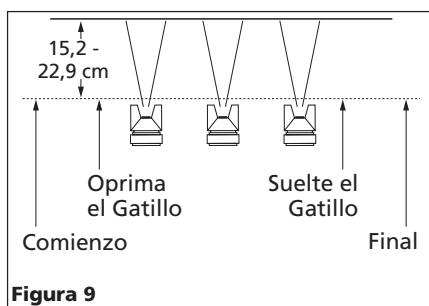

Figura 9
- Oprima el gatillo adecuadamente. Comience a mover la pistola **ANTES DE OPRIMIR EL GATILLO** y deje de oprimirla **ANTES DE PARAR DE MOVERLA**. Este procedimiento le permitirá que el acabado sea parejo sin dejar rastros de donde se unen las diferentes manos de pintura (Vea la Figura 9).